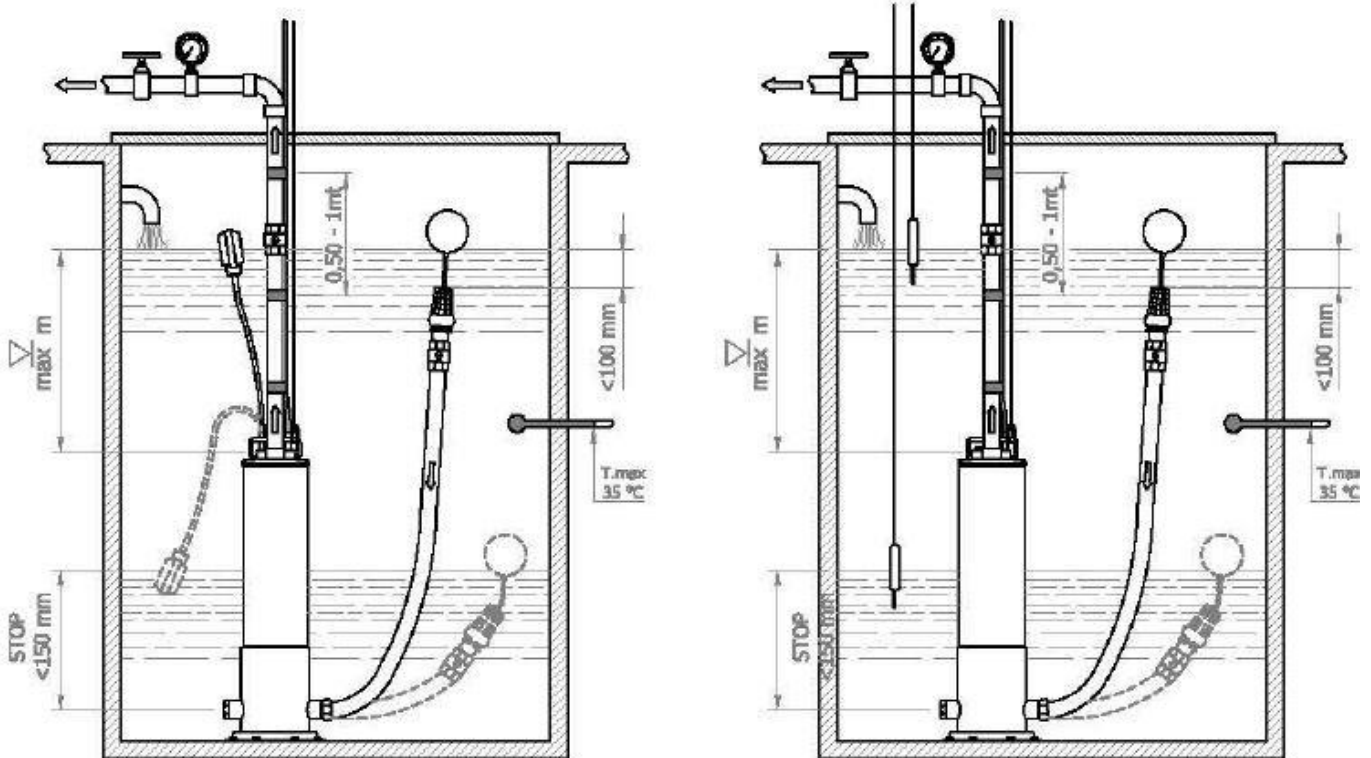

Bild 8.2
- Vergewissern Sie sich, dass im Brunnen / Zisterne genügend Wasser vorhanden ist und die InoxPress beim Absenken in das Fördermedium völlig untergetaucht ist (*siehe Bild 8.2*) - diese Vorgehensweise schützt die InoxPress gegen Trockenlauf und verhindert ein zu häufiges Ein/ Ausschalten der Pumpe;
- Alle InoxPress - Pumpen ohne Schwimmerschalter dürfen nicht ohne Wasser betrieben werden. Falls die Möglichkeit besteht, dass der Wasserspiegel soweit absinken kann, dass die Pumpe trocken liegt, muss sie durch eine Mindestniveausonde abgesichert werden (*siehe Bild 8.2.*);
- Die InoxPress kann jeweils mit oder ohne Schwimmerschalter geliefert werden. Wenn der an der Wasseroberfläche aufschwimmende Schwimmer bei Ansteigen des Wasserstandes ein bestimmtes „Höchstniveau erreicht (Einschaltpunkt) schaltet die Pumpe automatisch ein. Ist der Wasserstand durch das Abpumpen auf ein bestimmtes Mindestniveau (Ausschaltpunkt) gesunken, schaltet der Schwimmer die Pumpe automatisch wieder aus (*siehe Bild 8.2*).